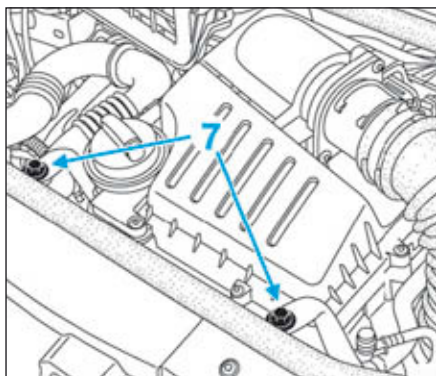
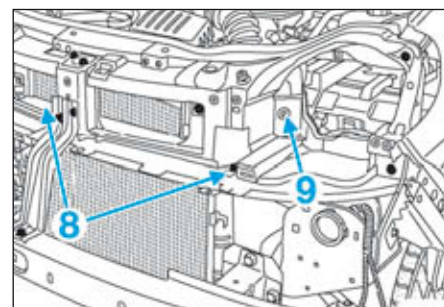
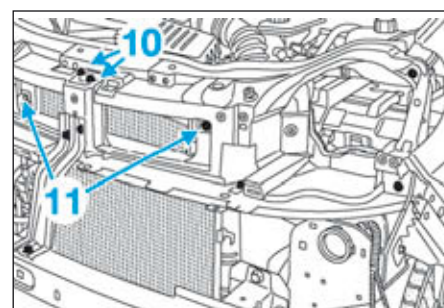
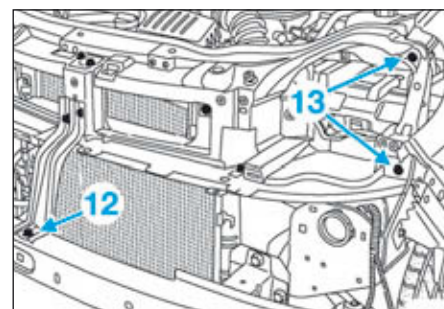

FIG.130
FIG.131
FIG.132
FIG.133
- Déposer les vis (7) du support de boîtier filtre à air (Fig.130).
- Déposer (Fig.131) :
- les vis (8) du radiateur de refroidissement,
- la vis (9) du support calculateur.
- Déposer les vis (10) de la serrure de capot (Fig.132).
- les vis (11) de l'échangeur air-air.
- Déposer (Fig.133) :
- la vis (12) du support central de façade avant,
- les vis (13) de la façade avant,
- les vis (13) de la façade avant (Fig.133),
- la vis (12) du support central de façade avant.
- les vis (11) de l'échangeur air-air (Fig.132).
- les vis (10) de la serrure de capot .
- la vis (9) du support calculateur (Fig.131),
- les vis (7) du support de boîtier filtre à air (Fig.130).